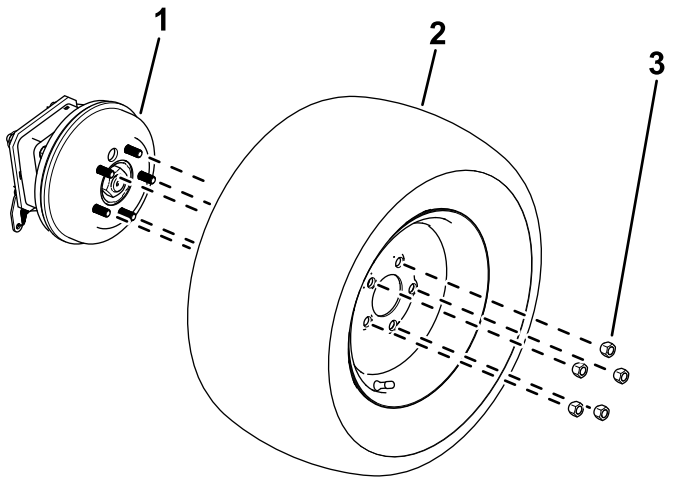

Figure 10
2. Desserrez et retirez les écrous de roue (Figure 10).
3. Déposez les roues des moyeux (Figure 10).
- Fixez les roues sur les moyeux à l'aide des écrous de roues retirés précédemment (Figure 10).